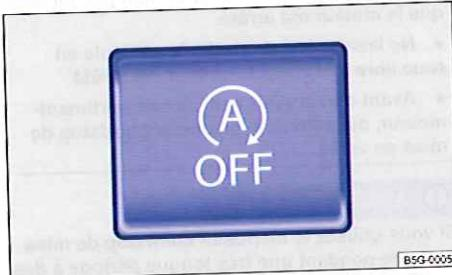

Fig. 154 Dans la partie inférieure de la console centrale : touche du dispositif start/stop de mise en veille
- Lorsque vous appuyez deux fois sur la touche dans la partie inférieure de la console centrale  ⇒ **fig. 154.**
- Appuyez sur la touche  dans la partie inférieure de la console centrale ⇒ **fig. 154.**